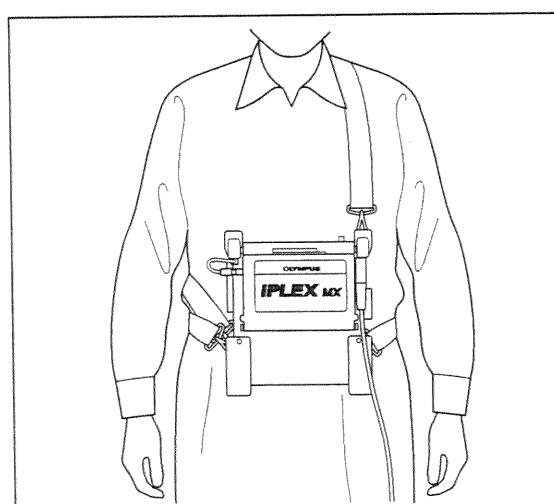

図 3.22
3. 肩ベルトを用い、本体を装着します。 (図 3.22 参照)